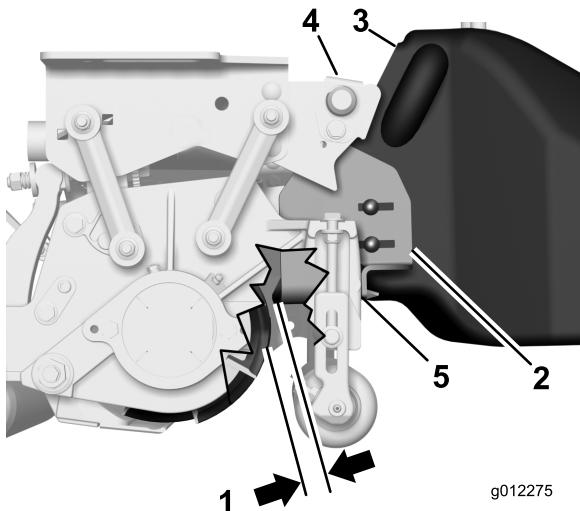

図 15
- それぞれのバスケットの各端部で、バスケットストップブラケットをバスケットに固定しているキャリッジボルトをゆるめる図15。
- バスケットがカッティングユニットに対して平行になるように、また、バスケットのリップとリールとの間に最小すきま6mmが確保されるように位置を修正する図15。